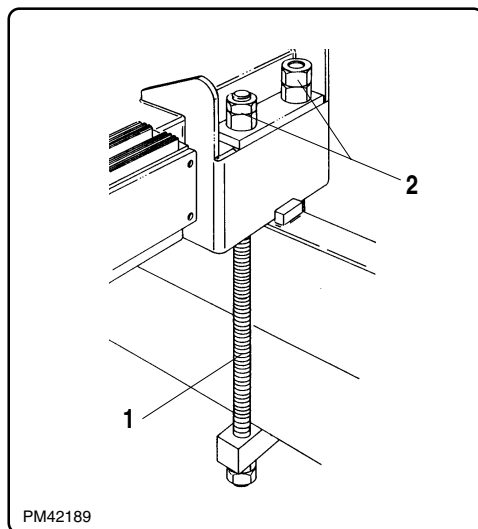

fig. 8.11.1
8.11 - Serraggio tiranti di ancoraggio (fig. 8.11.1)
8.11 - Tightness of the tie-rod holding down (fig. 8.11.1)